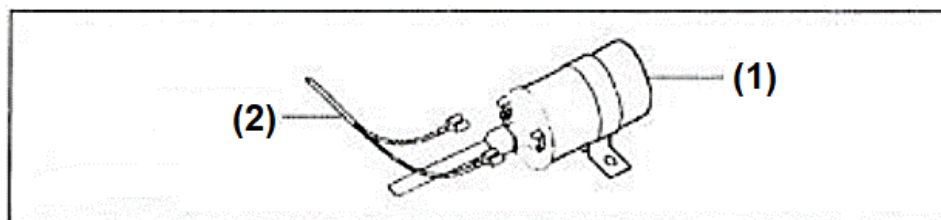

Figure 2
9. Déconnectez le compressiomètre du premier cylindre du moteur. Répétez les étapes 6 à 8 pour les autres cylindres du moteur (voir fig. 2 et 3).